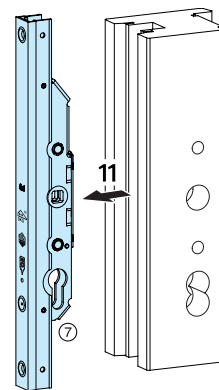
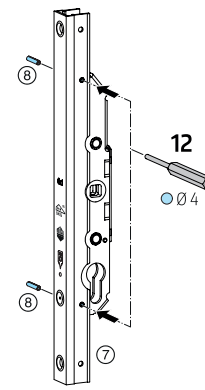
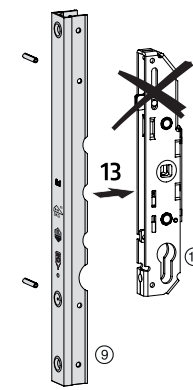
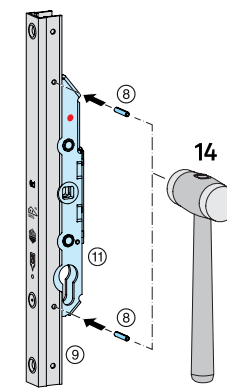

Abb. 9
Abb. 10
Abb. 11
Abb. 12
Abb. 9: Hebeschiebe-Getriebe ⑦ aus Flügelprofil ausbauen (11). **Abb. 10:** Spannstifte ⑧ mittels Ausschlagdorn Ø 4 mm entnehmen (12). **Abb. 11:** Schlosskasten ⑩ aus Getriebebestulp ⑨ herausnehmen und entsorgen (13). **Abb. 12:** Neuen Schlosskasten ⑪ aus Reparaturset in Getriebebestulp ⑨ einsetzen, Spannstifte ⑧ mittels Schonhammer durch